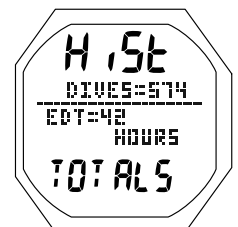

Fig. 127 - ÉCRAN DE DONNÉES FULL HISTORY N°1
**ÉCRAN DE DONNÉES FULL HISTORY N°1** : paramètres affichés (Fig. 127)